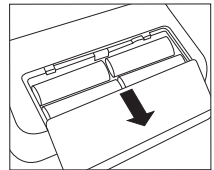

Abb. 1
- Öffnen Sie die Batterieabdeckung auf der Geräteunterseite (siehe Abb. 1). Setzen Sie die Batterien (siehe Kapitel 13 Technische Daten) ein. Achten Sie dabei auf die richtige Polarität („+“ und „-“) beim Einlegen. Schließen Sie den Batteriedeckel wieder. 12 h bzw. 24 h blinkt im Display. Stellen Sie nun, wie untenstehend beschrieben, Datum und Uhrzeit ein.